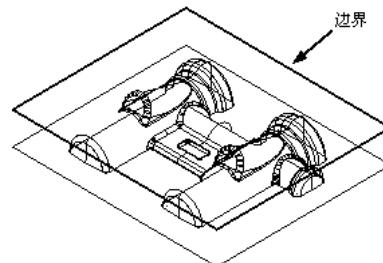

图 3-112 创建的边界 1
2) 单击“边界”对话框的“接受”按钮即可完成边界创建。在“查看”工具栏上单击“普通阴影”按钮 $\odot$ 和“毛坯”按钮 $\square$ ，隐藏毛坯后边界结果如图 3-112 所示。